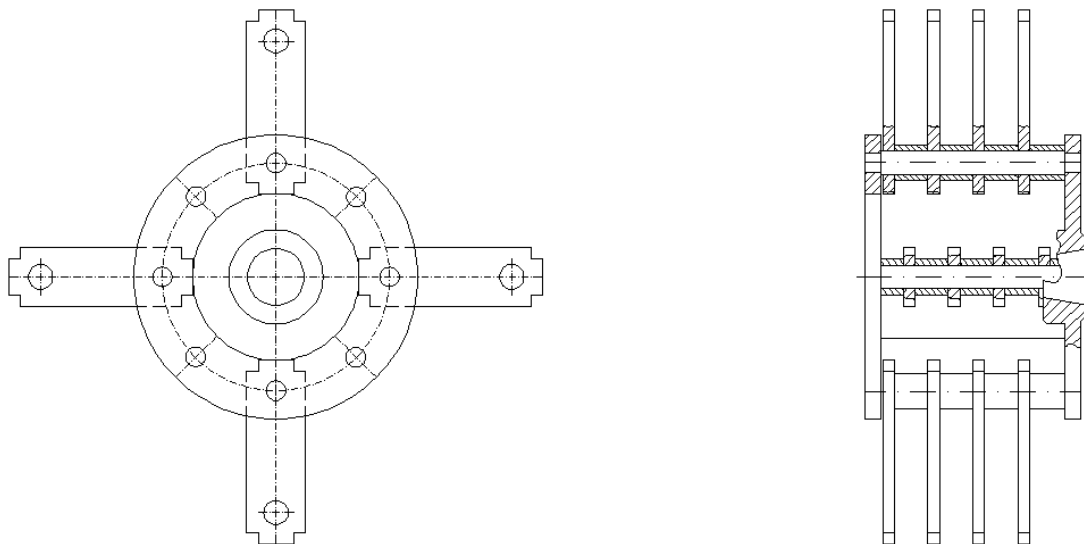

Fig 2
3.3. Rotorul cu ciocănele (fig. 2) este format din două inele prinse între ele cu 4 distanțiere și între care se fixează cele 4 bolțuri pe care se fixează ciocănelele.
7.2.1 Înlocuire ciocănele (fig. 2)